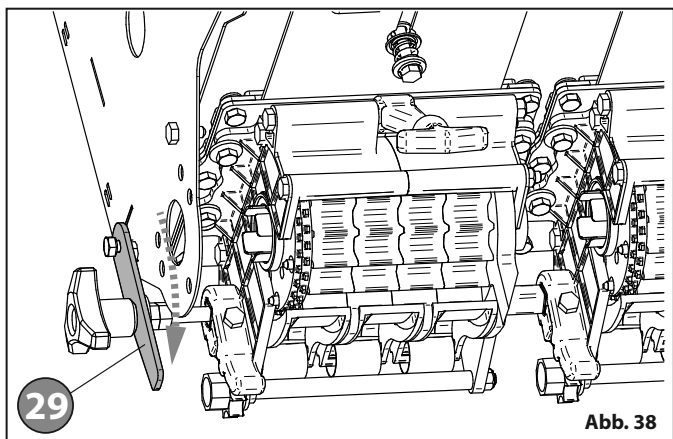

Abb. 38
- Den Hebel zum Feststellen der Taster **29** "Abb. 38" absenken.